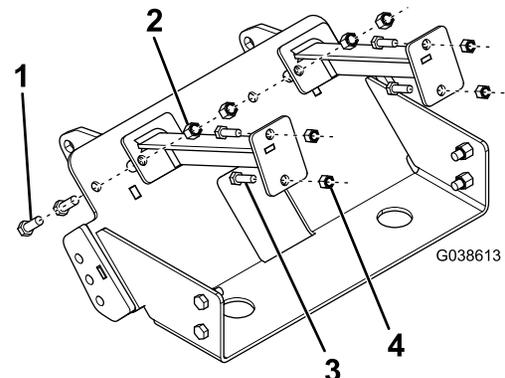

Bild 2
5. Befestigen Sie die Winkelhalterungen mit vier Schrauben ($\frac{5}{16}$ ") und vier Sicherungsmuttern ($\frac{5}{16}$ ") am Fahrzeugrahmen, und lassen Sie die Befestigungen handfest angezogen (Bild 2).
6. Befestigen Sie die Winkelhalterungen mit vier Schrauben ($\frac{3}{8}$ ") und vier Sicherungsmuttern ($\frac{3}{8}$ ") an der Stoßstange des Fahrzeugs und dem Pflugunterfahrerschutz, und lassen Sie die Befestigungen handfest angezogen (Bild 2).